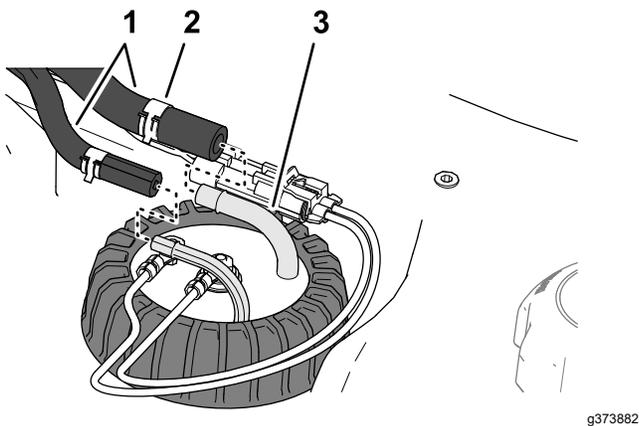

Рисунок 88
4. Сдвиньте зажимы, которые крепят шланги к штуцерам датчика уровня топлива, идущие внутрь, и снимите шланги со штуцеров (Рисунок 88).